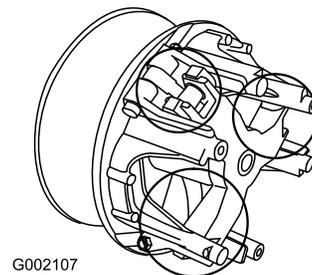

Figura 47
- Lubrique las piezas en movimiento en las zonas indicadas en Figura 47 usando Spray Lubricante Seco Toro, disponible a través de su Distribuidor Autorizado Toro.